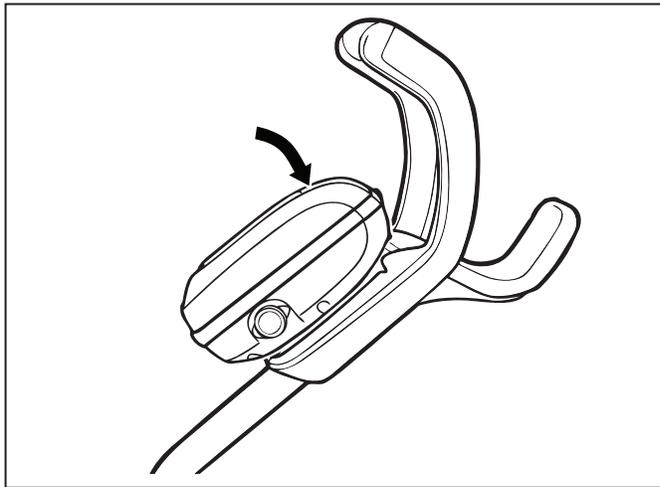

Figure 9. Fixation de l'unité de commande sur le chariot
2. Exercez une pression sur l'unité de commande afin qu'elle s'enclenche et se verrouille en position sur le crochet du chariot (Figure 9).